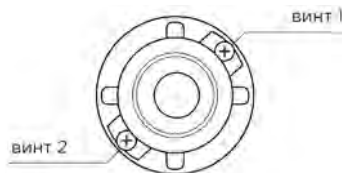

рис. 13-6
1. Сначала снимите защитную крышку сетки нитей расположенную между окуляром зрительной трубы и фокусировочным кольцом, вы увидите два фиксирующих винта сетки нитей (смотри рис. 13-6).